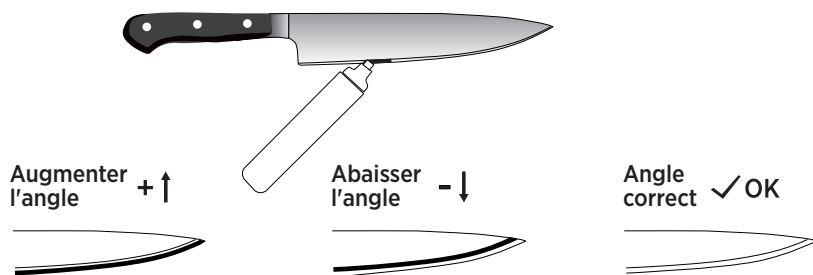

Fig. 11
Appliquez un marqueur sur le tranchant. Ajustez la barre de support vers le haut ou vers le bas si nécessaire et aiguisiez doucement le tranchant. Lorsque le marqueur est complètement enlevé, révélant un tranchant net (Voir Fig. 11), la valeur de l'angle sur l'échelle (A ou B) indique l'angle de meulage correct.
3. Tournez le bouton de verrouillage de l'angle pour déplacer la barre de support vers le haut ou vers le bas si nécessaire et aiguisiez doucement le tranchant. Lorsque le marqueur sur la lame est complètement enlevé, il révèle un tranchant net (Voir Fig. 11).